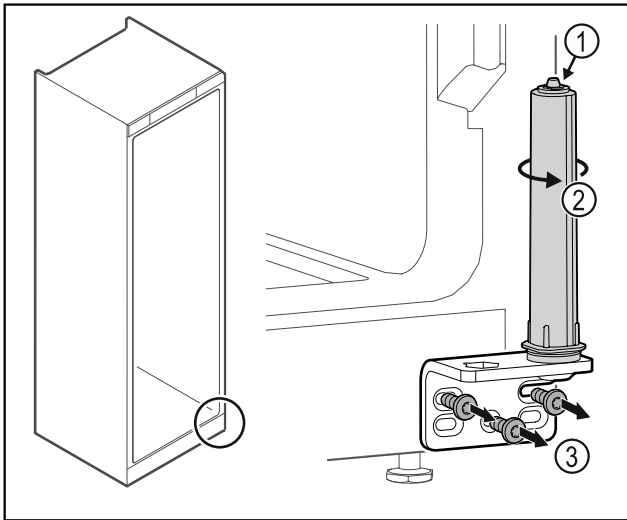

Fig. 34
- ▶ Nerozebírejte uzavírací systém dvířek Fig. 34 (1).
- ▶ Otáčejte uzavíracím systémem Fig. 34 (2), dokud nezacvakne.
- ▶ Odšroubujte úhelník závěsu Fig. 34 (3).